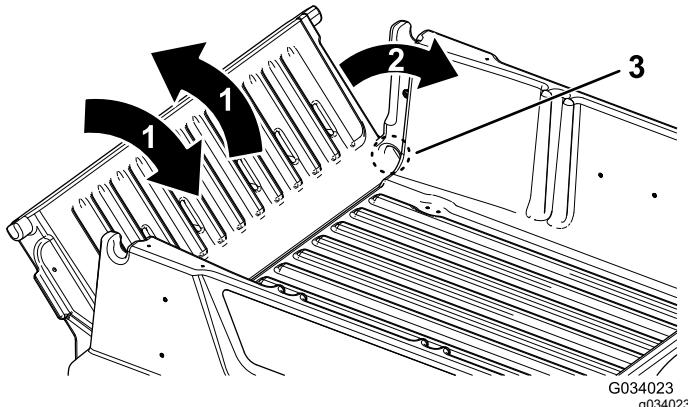

Figura 16
- Gire el portón trasero a un ángulo de 45° aproximadamente (Figura 16).
- Mueva el portón trasero varias veces hacia adelante y hacia atrás, con breves sacudidas (Figura 16).